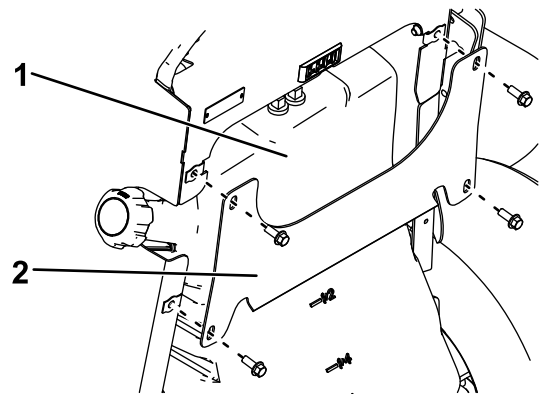

Figure 30
3. Déposez le support transversal (Figure 30).